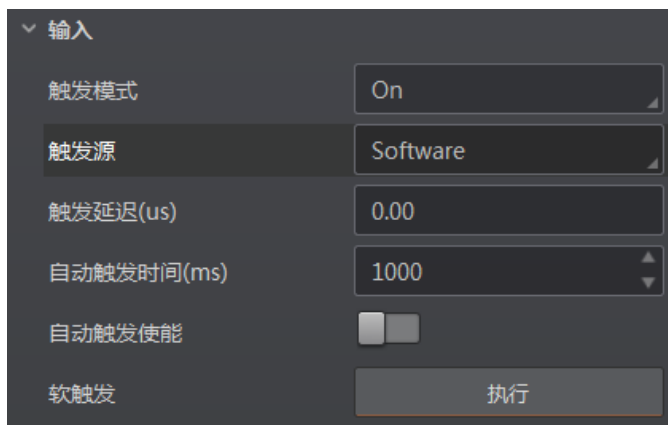

图3-38 软触发参数设置
4. 若触发源选择为软触发，则可以通过软触发参数的“执行”按钮，手动控制进行触发；还可以通过自动触发时间和自动触发使能参数进行自动软触发，如图 3-38 所示。